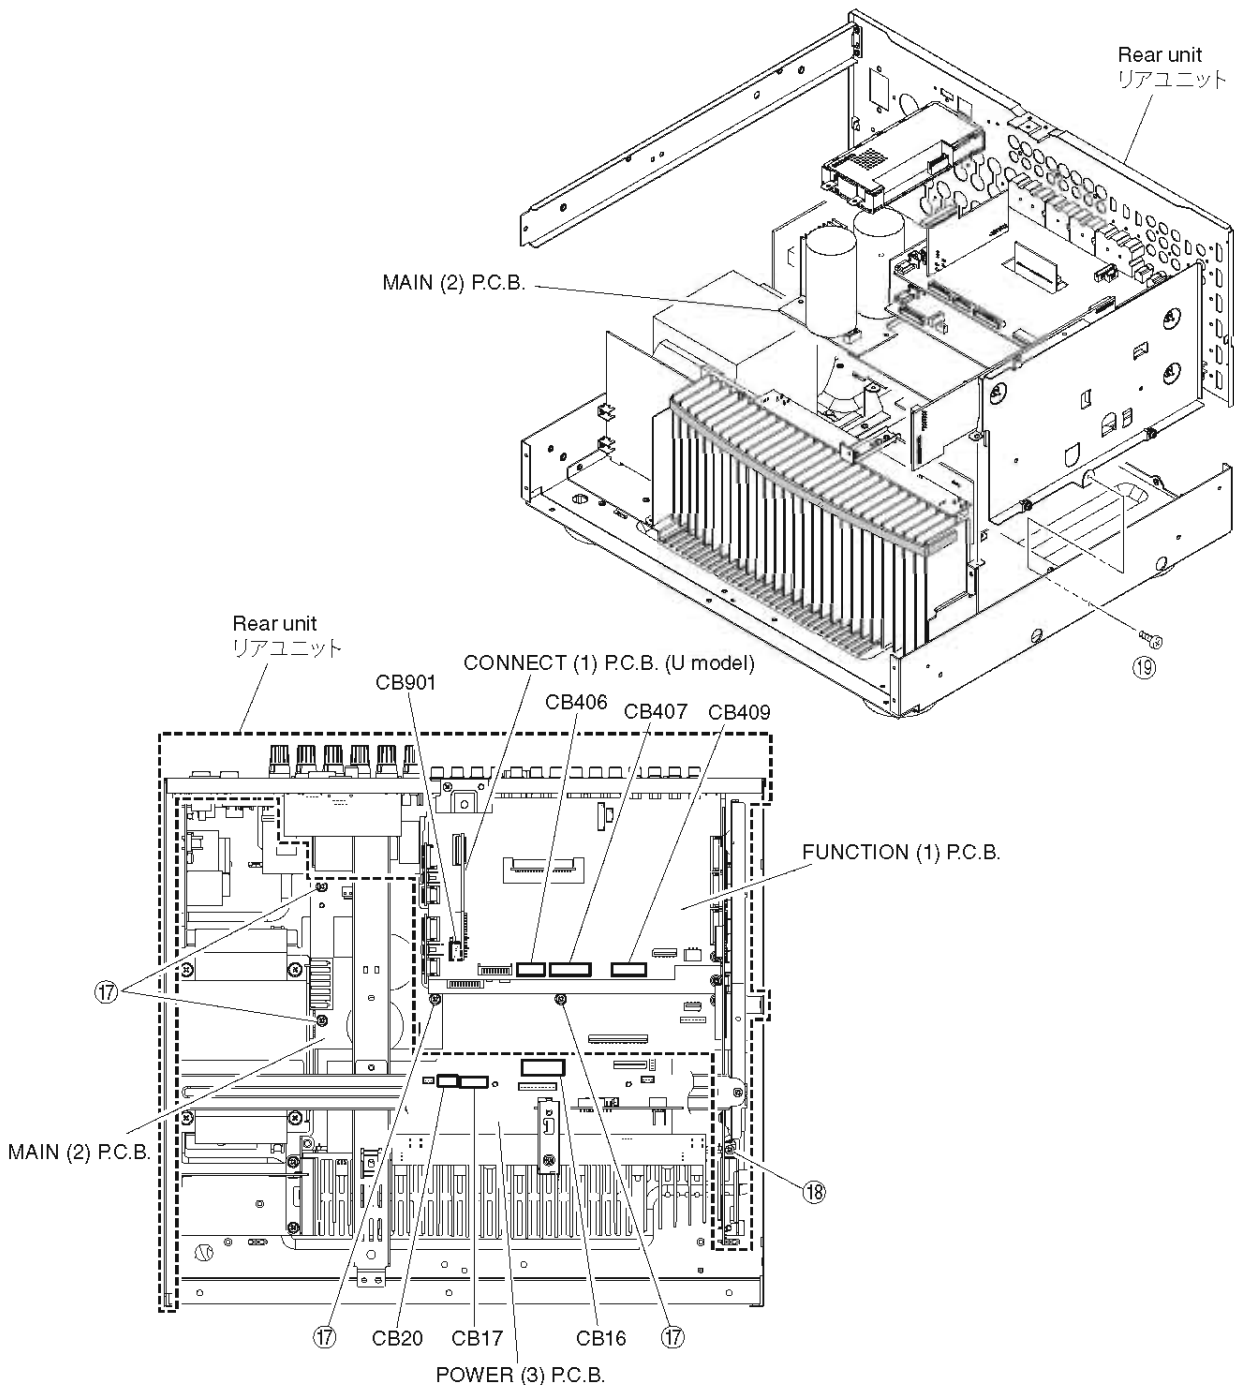

Fig. 8
- b. Remove 4 screws (17) and screw (18). (Fig. 8)
- c. Remove screw (19). (Fig. 8)
- d. Remove CB16, CB17, CB20, CB406, CB407, CB409 and CB901. (Fig. 8)
- e. Remove the rear unit and MAIN (2) P.C.B.. (Fig. 8)
- b. 17のネジ4本、18のネジ1本を外します。(Fig.8)
- c. CB16、CB17、CB20、CB406、CB407、CB409、CB901を外します。(Fig.8)
- d. リアユニットおよびMAIN (2) P.C.B.を取り外します。